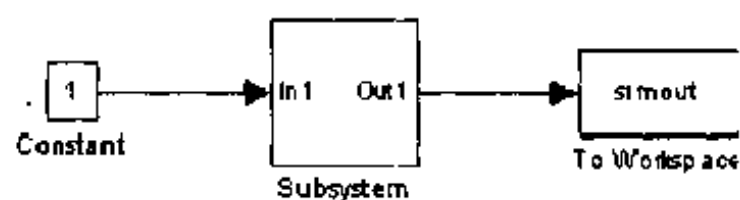

图 3.46 执行 Creat Subsystem 命令后的情况
(2) 从 Edit 菜单中选择 Creat Subsystem 项,选中的模块被一个 Subsystem 模型图标代替。图 3.46 显示选择了 Creat Subsystem 命令后的情况(并调整该 Subsystem 模块大小,便于端口标签显示)。